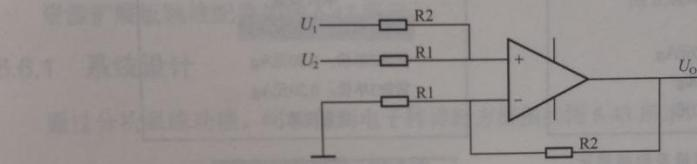

图 6.37 运放电路
(9) 图 6.37 所示运放电路中，输入与输出的关系是（ ）。